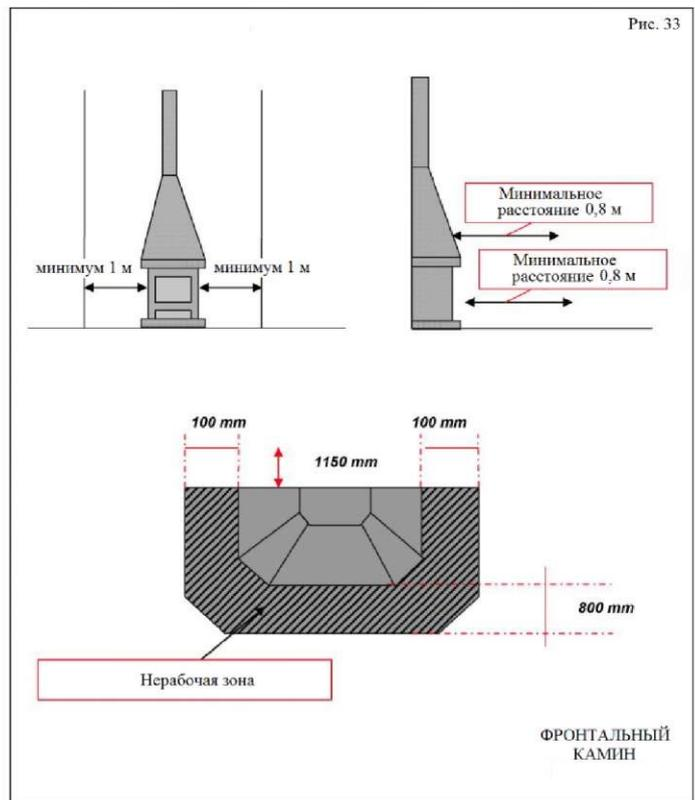

Рис. 33
**МИНИМАЛЬНЫЕ РАССТОЯНИЯ** Не размещайте горючие объекты и материалы, чувствительные к тепловому воздействию, на расстоянии меньше указанного на рис. 33, 34 и 35. Безопасное расстояние для поддержания  $T < 50^{\circ}\text{C}$  составляет 1 метр. Следуйте нормам безопасности и соблюдайте безопасные расстояния для каждой модели.